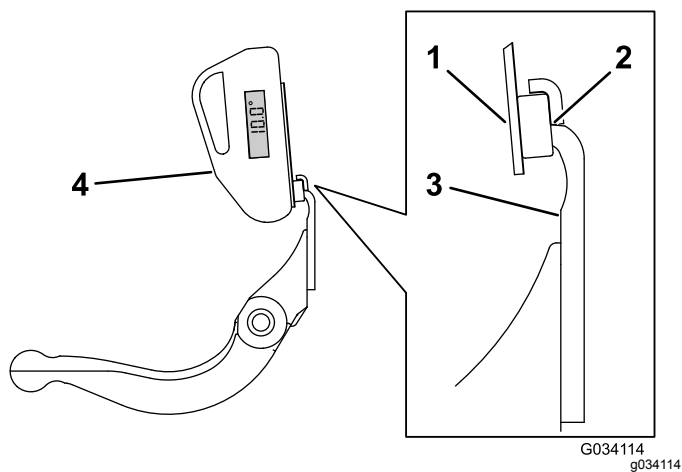

Figura 28
3. Coloque a montagem do indicador de ângulo na extremidade da lâmina de corte para que a extremidade do ímã fique alinhada com a extremidade da lâmina de corte (Figura 28).
4. Coloque o indicador de ângulo na montagem, como se mostra na Figura 28.